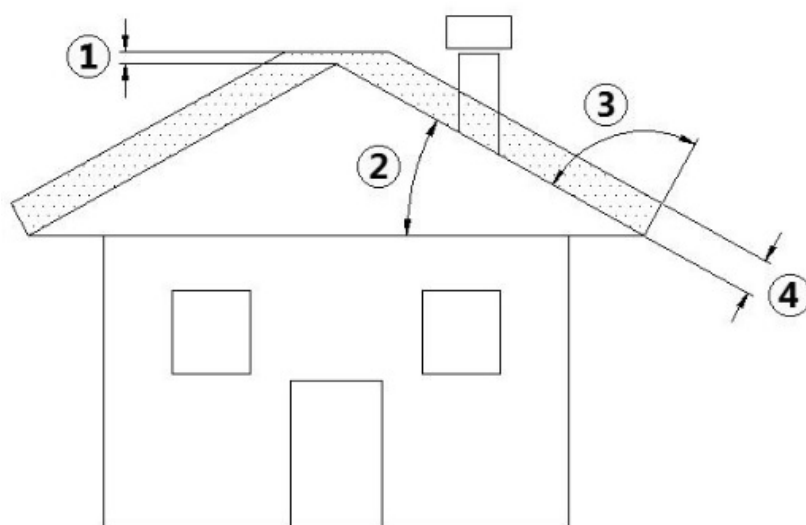

Fig. 2 - Geneigtes Dach
| LEGENDE | Fig. 2 |
- Die Höhe des Auslasses in die Atmosphäre muss außerhalb des Rückflussbereichs liegen, der durch die Form des Daches oder durch Hindernisse hervorgerufen wird, die sich in unmittelbarer Nähe befinden (siehe **Fig. 2**).